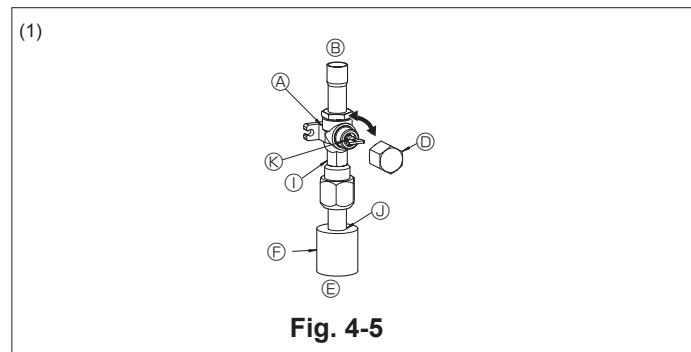
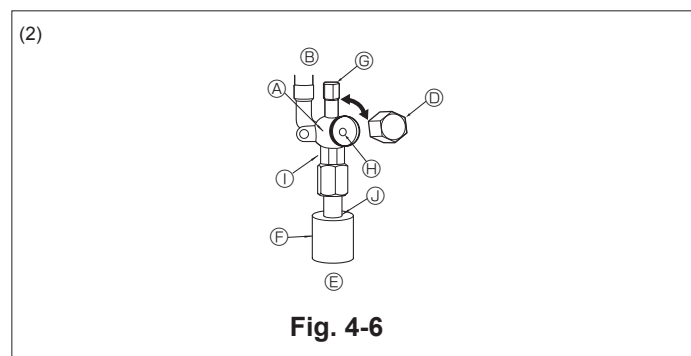

Fig. 4-5
Fig. 4-6
- (1) Côté gaz (Fig. 4-5)
- ① Enlever le capuchon, ramener la poignée vers soi et la tourner d'un quart de tour en sens inverse des aiguilles d'une montre pour ouvrir la vanne.
- ② Vérifier que la vanne d'arrêt est complètement ouverte, appuyer sur la poignée et tourner le capuchon pour le ramener sur sa position d'origine.
- (2) Côté liquide (Fig. 4-6)
- ① Retirez le bouchon, et tournez la tige de soupape à fond dans le sens antihoraire avec une clé hexagonale de 4 mm. Arrêtez de tourner quand elle frappe la retenue. (ø6,35, 1/4 inch: env. 4,5 tours) (ø9,52, 3/8 inch: env. 10 tours)
- (A) Côté appareil